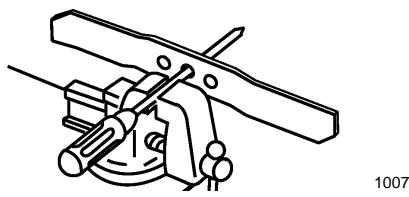

Figure 21
1. Pour vérifier l'équilibrage de la lame, l'enfiler par son orifice central sur un tournevis ou un clou maintenu à l'horizontale dans un étai (Fig. 21).